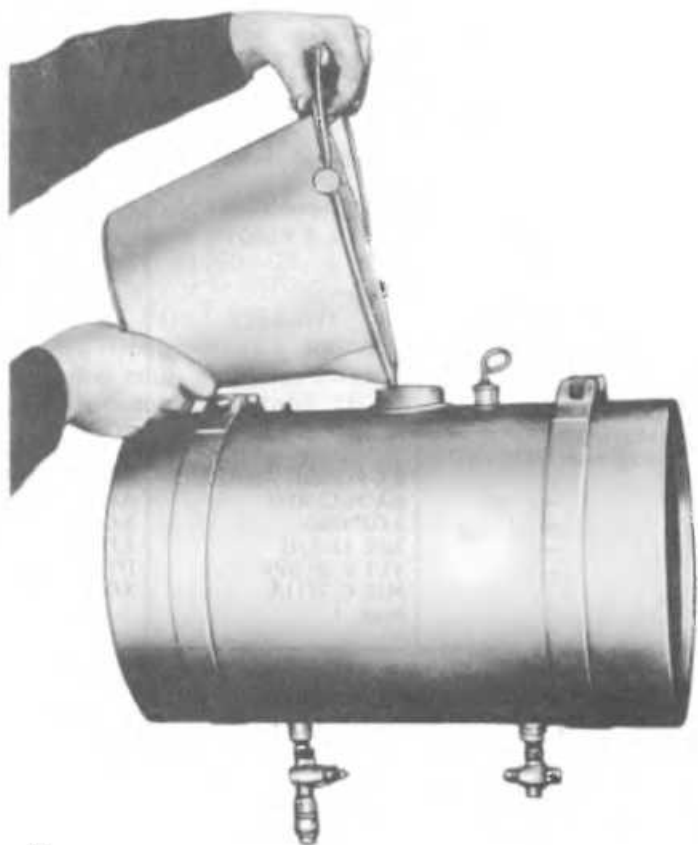

Рис. 95. Заливка топлива в расходный бак
2. Проверьте уровень топлива в расходном баке и при необходимости долейте его через воронку с мелкой сеткой, а поверх сетки положите фланель или сукно ворсом вверх (рис. 95).